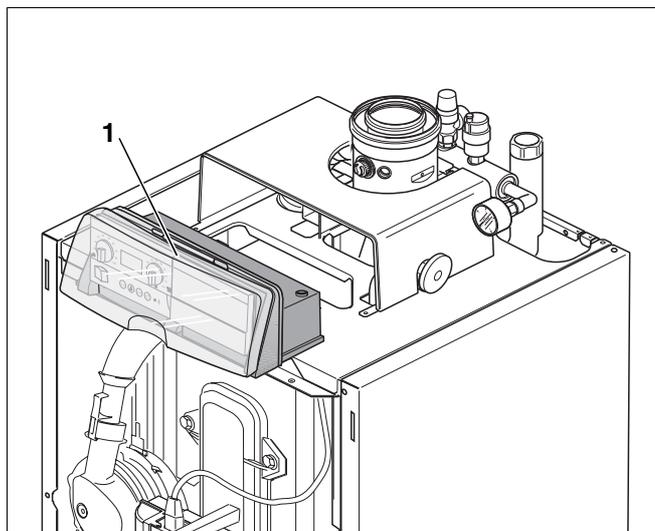

Fig. 32 Caldaia Logano G135
La Logano G135(T) è provvista di fabbrica di un apparecchio Logamatic MC10 (fig. 32, **pos. 1**) completamente montato e cablato. Nell'apparecchio di regolazione Logamatic MC10 è integrato di fabbrica il dispositivo di controllo base Logamatic BC10. L'allacciamento alla rete dell'apparecchio Logamatic MC10 deve essere effettuato a carico del committente conformemente allo schema dei collegamenti (allegato alla documentazione tecnica).